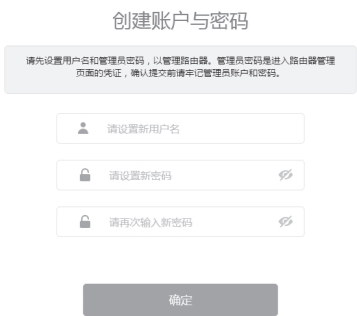

图4-2 用户首次登陆
4. 首次登录时, 需自行设置管理员账号, 依次输入用户名及密码, 点击确认, 如图4-2所示。后续登录时, 使用该账号进入配置界面。